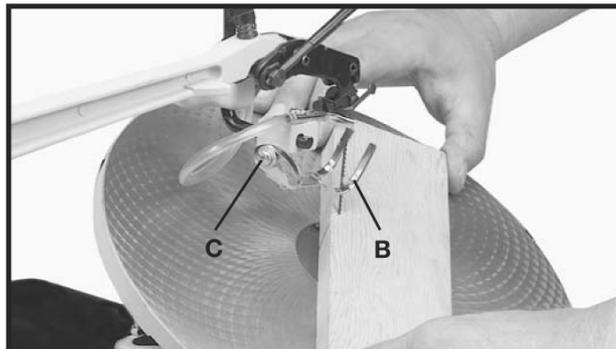

Fig. 30
No corte chanfrado, a sapata fixadora (B) Fig. 30 pode ser ajustada para ser acomodada horizontalmente no material, afrouxando o parafuso (C) e inclinando a sapata fixadora (B) conforme desejado. Em seguida, aperte o parafuso (C).